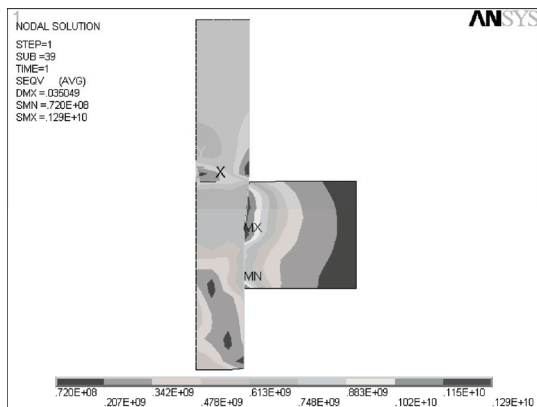

图 5-232 等效应力等值线图
6) 选择 Main Menu | General Postproc | Plot Results | Contour Plot | Nodal Solu 命令, 出现 Contour Nodal Solution Data 对话框, 选择 Nodal Solution | Stress | von Mises stress, 单击 OK 按钮, ANSYS 显示窗口显示等效应力场等值线图, 如图 5-232 所示。